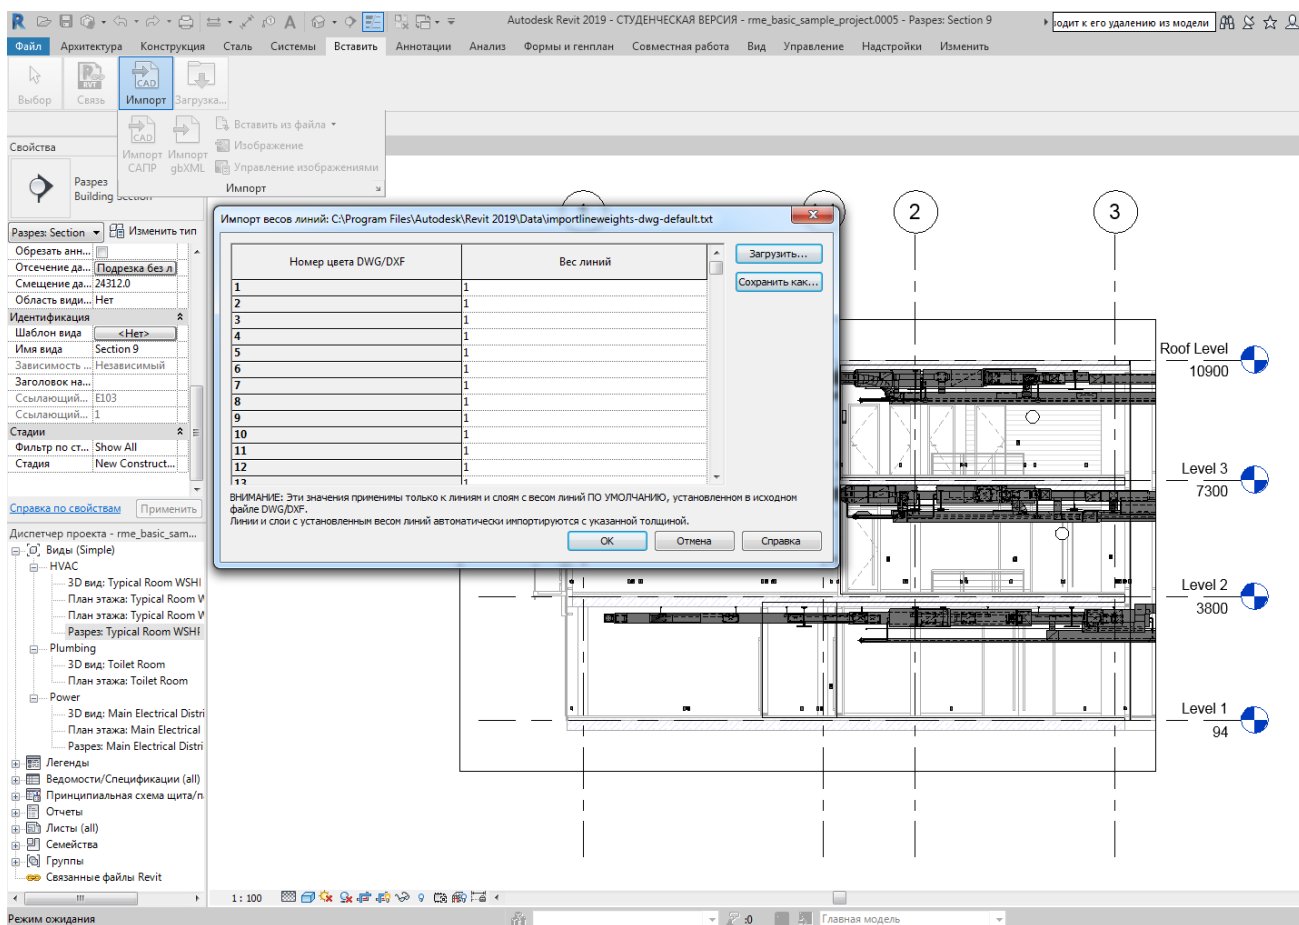

Рисунок 3.55. Диалоговое окно Импорт весов линий
1. Выбрав вкладку Вставить ► панель Импорт ►  (стрелка в нижнем правом углу), открыть диалоговое окно "Импорт весов линий". Оно использует файл соответствий importlineweights-dwg-default.txt. Имя файла отображается в заголовке окна (рис. 3.55).